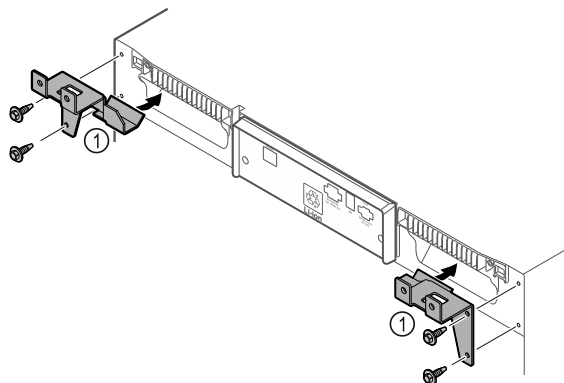

Fig. 9
- ▶ Монтувати деталі для підтримки Fig. 9 (1) з приданими гвинтами на пристрій.